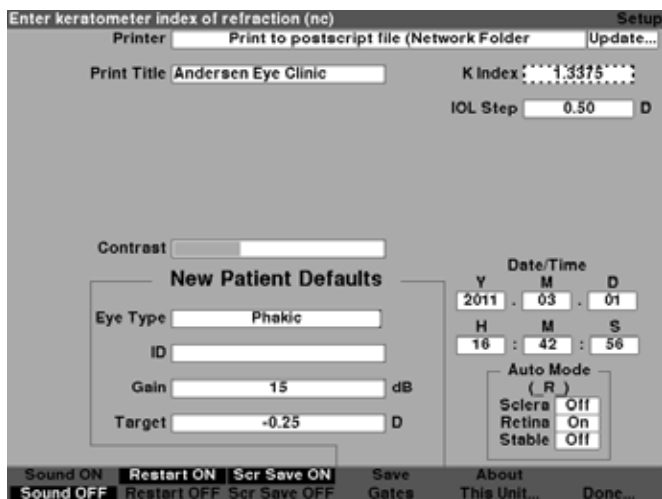

Figura 5-57 Campo K Index (Índice K) activado
2. Presione el control giratorio o el botón \surd para activar el campo, indicado con un borde punteado, como se muestra en la Figura 5-57.